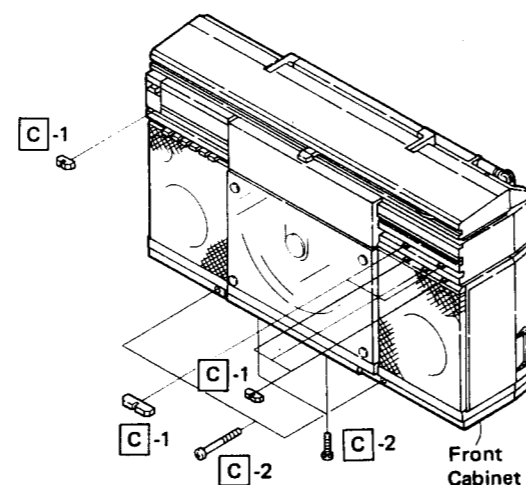

Figure 7-3
1. Pull out six knobs shown in Fig. 7-3. When it is hard to remove them, use a string or the like to help pulling out.
2. Remove 13 screws at the front cabinet. See Figs. 7-3 and 7-4.
1. Die sechs Knöpfe der Abbildung 7-3 abziehen. Sollten sich diese vorderseitigen Bedienungsknöpfe nicht leicht abziehen lassen, könnte eine Schnur oder ein anderes Hilfsmittel zum Abziehen verwendet werden.
1. Retirer les six boutons indiqués sur la Fig. 7-3. Lorsqu'il est difficile de les retirer, utiliser une ficelle ou quelque chose de semblable pour aider à la tâche.
2. Enlever les 13 vis du coffret avant. Voir les Figures 7-3 et 7-4.